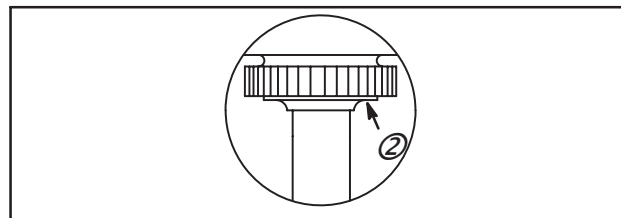

Fig. 25
Si le jeu latéral est supérieur aux spécifications avec un joint d'épaisseur 0,13 mm, une rondelle de calage (2) peut être utilisée côté prise de force du vilebrequin, Fig. 25. Une fois la rondelle de calage mise en place, mesurer le jeu et le régler si nécessaire.